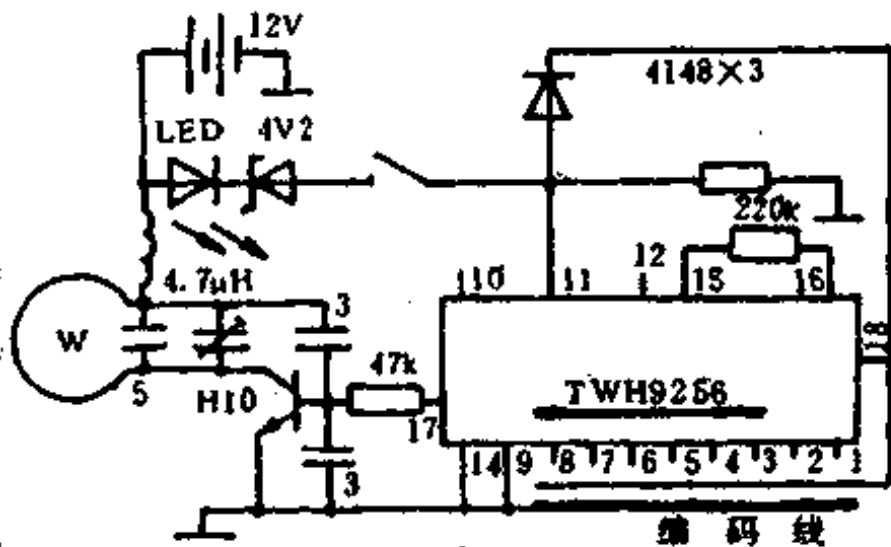

图 1-320
遥控门锁由密码遥控发射操纵器,接收解码模块和电锁执行机构三个部分组成。图 1-320 是无线电加密发射电路 TWH9256E,图中 TWH9256 是一片可四态编码,密码度多达 42 万余组的新颖编码电路。当按键时,编码脉冲由⑰脚送至振荡